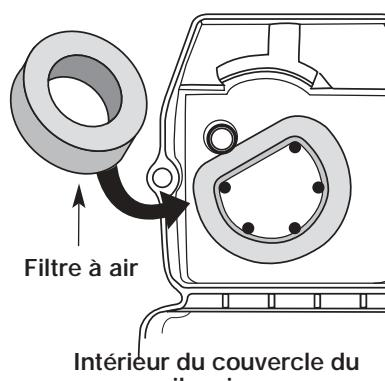

Figure 22
2. Retournez le couvercle et inspectez l'intérieur pour repérer le filtre à air. Retirez le filtre à air de l'intérieur du couvercle du filtre à air/silencieux (Fig. 22).
6. Replacez le filtre à air à l'intérieur du couvercle du filtre à air/silencieux (Fig. 22).